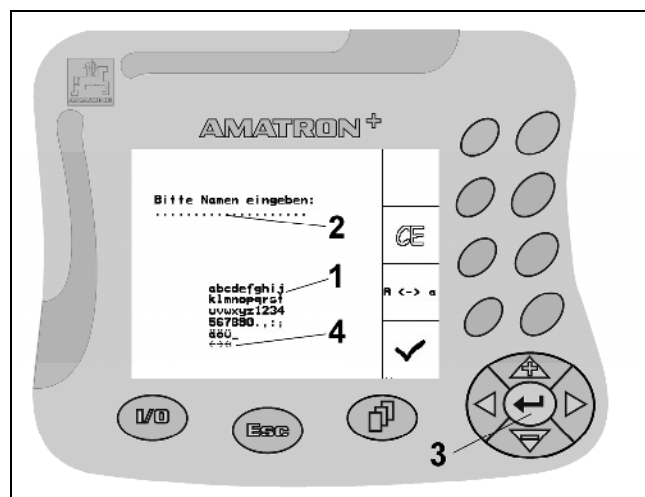

Fig. 13
Se for necessária a introdução de textos ou algarismos no **AMATRON+**, aparece o menu de introdução (Fig. 13).
Na parte inferior do display aparece um campo de selecção (Fig. 13/1) com letras, algarismos e setas a partir dos quais é formada a linha de introdução (Fig. 13/2) (texto ou algarismo).
- Selecção de letras ou algarismos no campo de selecção (Fig. 13/3).
- Assumir a selecção (Fig. 13/3).
As setas no campo de selecção (Fig. 13/4) permitem um deslocamento na linha de texto.
A seta no campo de selecção (Fig. 13/4) apaga a última introdução.